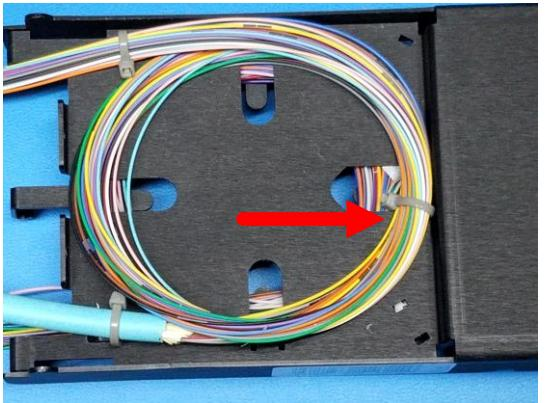

Figure 9
- 4.3 Re-attacher le câble d'artère au point d'entrée et assujettir la boucle de mou de la manière expliquée aux étapes 3.7 et 3.8. Utiliser une attache additionnelle à l'avant de l'aire de stockage, de la manière illustrée à la **figure 9**. Couper les bouts de l'attache et installer le couvercle arrière.